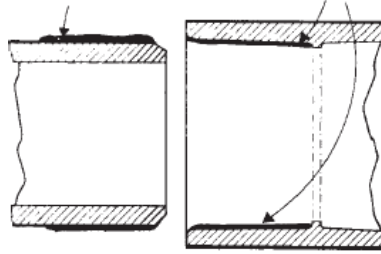

Figura 2 - Revestimento de cola de espessura suficiente
- A cola aplicada deve ser mais do que suficiente para preencher o espaço mais largo entre o tubo e a conexão. Além de preencher o espaço, as várias camadas de cola irão penetrar na superfície e irão manter a superfície molhada (Figura 2).